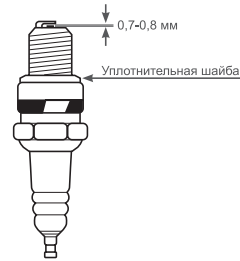

Рис. 13 Зазор между электродами свечи зажигания
4. Измерьте зазор между электродами свечи зажигания специальным щупом. Зазор должен быть 0,7-0,8 мм (Рис.13). При увеличении, или уменьшении требуемого зазора, рекомендуется заменить свечу, так как регулировка зазора может привести к изменению качества искрообразования.